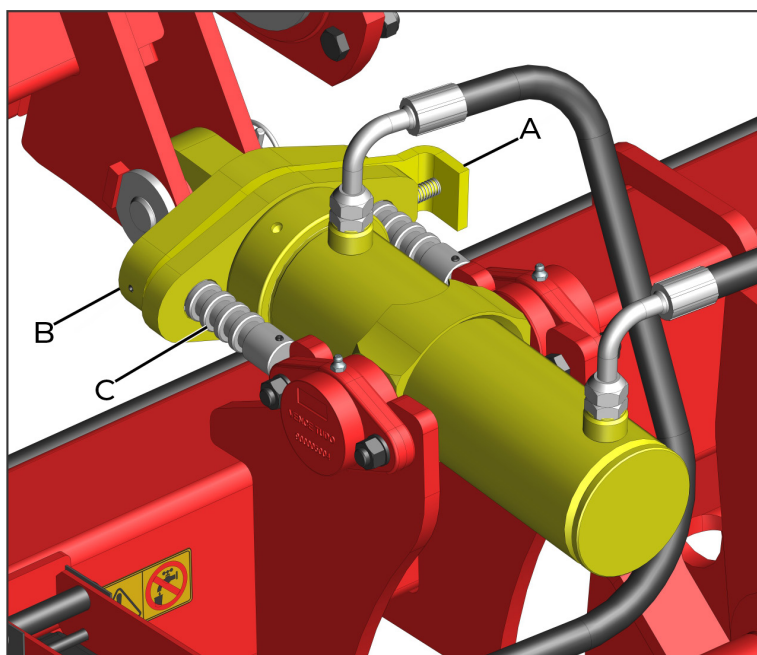

fig. 27
Presione el CS de Bloqueo (A) (fig. 27), liberando el sistema para regulación. Empuje el tope (B) (fig. 27) hasta la posición deseada. Asegúrese de que el CS de Bloqueo (A) (fig. 27) encaje en los pernos Guía (C) (fig. 27), para que el Sistema permanezca bloqueado en la posición deseada.